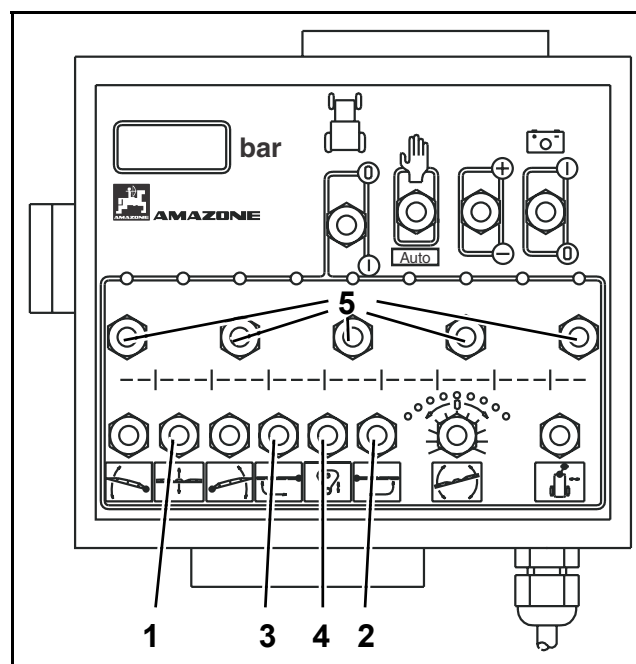

Fig. 8.45
- Appuyez sur la touche (Fig. 8.45/4) et verrouillez l'amortissement tri-directionnel en position de transport.
- Appuyez sur la touche (Fig. 8.45/1) et réglez la hauteur de pulvérisation de la rampe en utilisant le réglage de hauteur.
- Appuyez sur la touche (Fig. 8.45/2 ou Fig. 8.45/3) et repliez le bras droit ou le bras gauche.
- Désactivez les tronçons des segments latéraux repliés en utilisant les commutateurs des tronçons correspondants (Fig. 8.45/5).
- Appuyez sur la touche (Fig. 8.45/4) et déverrouillez l'amortissement tri-directionnel en position de transport.